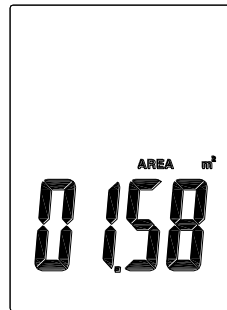

Fig.3
3. Drücken Sie  oder  um die gewünschte Einheit auszuwählen.(refer Fig.3).
Durch Drücken der  Taste, blinken die Ziffern auf dem Display. Durch Drücken der  oder  Taste können Sie das Kommazzeichen versetzen. (refer Fig.3).